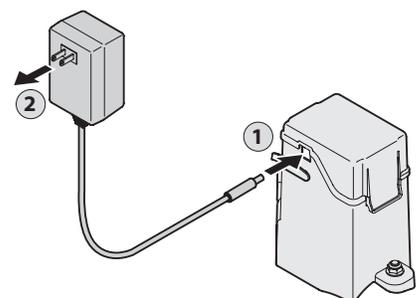

Figure 4-9
1. Enlevez le couvercle de la batterie et branchez le connecteur mâle dans le connecteur femelle situé sur le côté du boîtier. Voir Figure 4-9.